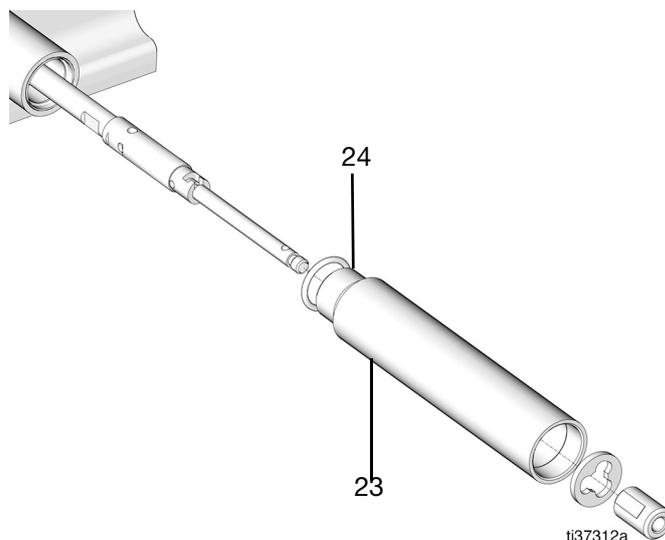

FIG. 39
21. Desserrer et retirer le tube du bas de pompe (23) avec un serre-tube et retirer le joint torique (24) du tube du bas de pompe (23) (FIG. 39).